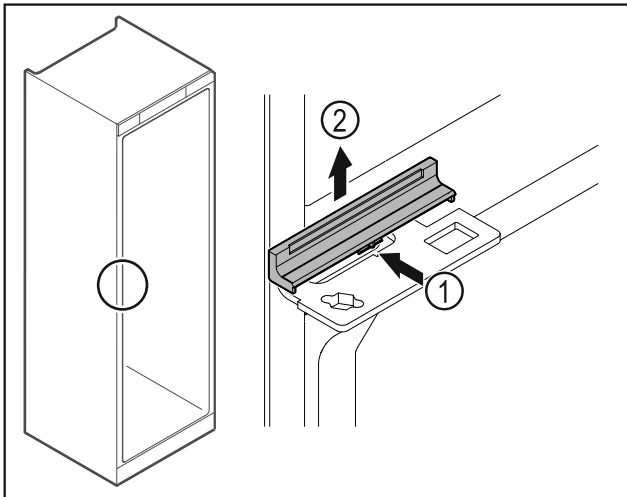

Fig. 47
- ▶ Кришку Fig. 47 (1) трохи натиснути в центрі та зняти рухом вгору Fig. 47 (2).